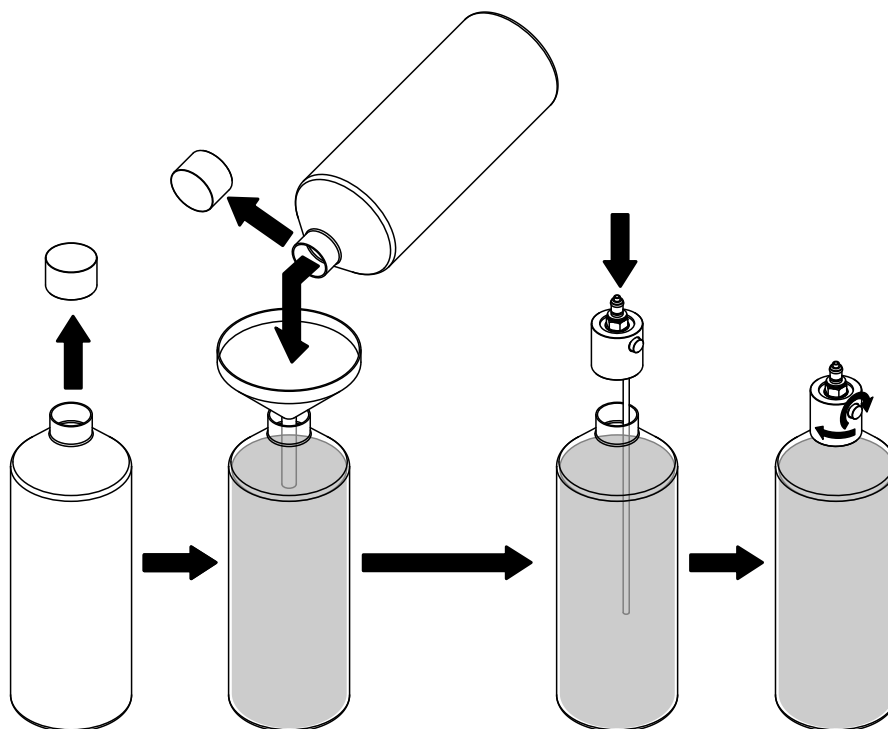

Fig. 21: Remplissez le désinfectant dans la bouteille transparente et vissez le couvercle spécial
- a. Enlevez le couvercle de la bouteille avec le désinfectant (fourni par Condair) avec le désinfectant. Remplissez soigneusement à l'aide d'un entonnoir le désinfectant dans la bouteille transparente fournie. Vissez le couvercle spécial à fermeture rapide (voir Fig. 21). Assurez-vous que le couvercle est bien serré et non coincé sur la bouteille et que la vis moletée en argent, placée sur le côté du couvercle spécial, est bien serrée.